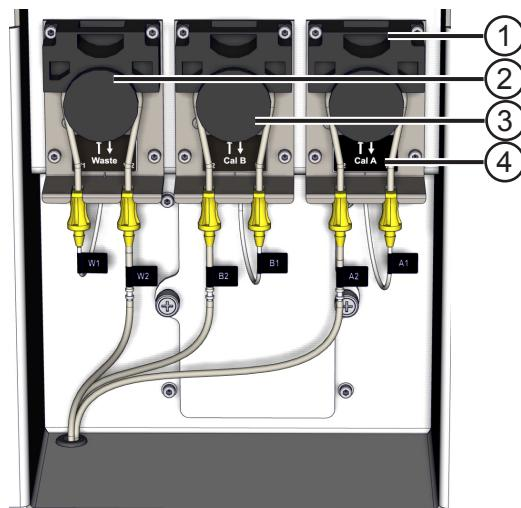

Ilustración 20 Orden de colocación de los diferentes electrodos
Inserte un tubo en cada bomba peristáltica. Para insertar el tubo en el cabezal de la bomba peristáltica libere la presión del cabezal estirando hacia arriba de la abrazadera (1), véase Ilustración 20.